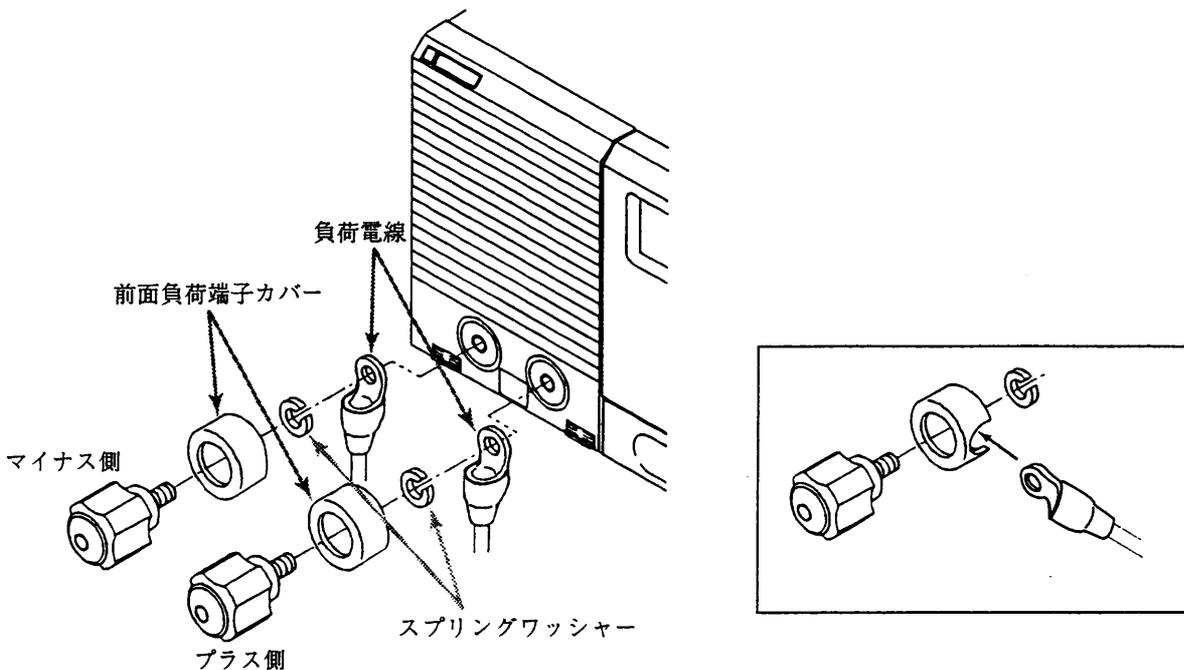

図2.4-1
- 5) PLZ153W、PLZ303Wの前面負荷端子に負荷電線を接続する場合、負荷電線の電極部分を前面負荷端子カバーで覆うように取り付けてください。(図2.4-1参照)